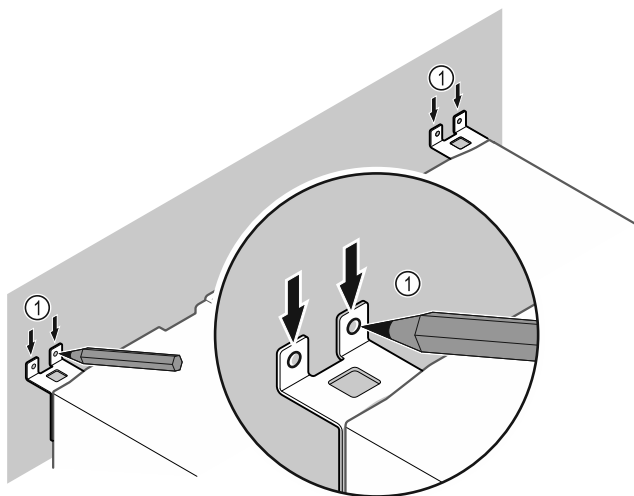

Fig. 10
- ▶ Markeringen op de wand aanbrengen Fig. 10 (1).